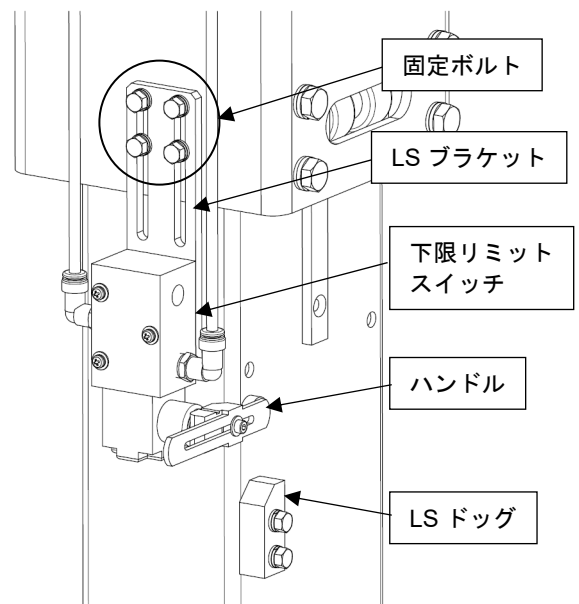

Fig.8
- 3) 固定ボルトを緩め、下限リミットスイッチのハンドルが LS ドッグに接触し、ポンプが停止する位置で LS ブラケットを固定してください。（Fig.8）